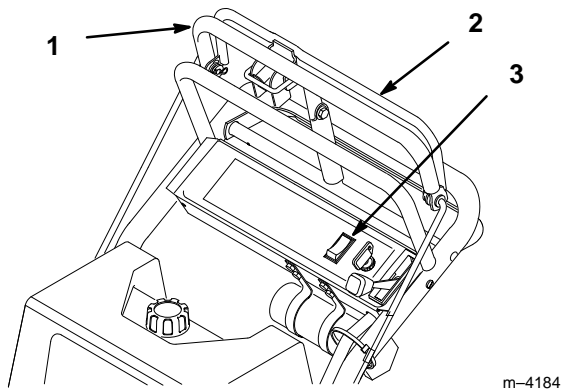

Figure 13
1. Tirer sur la barre de commande supérieure pour arrêter la machine (Fig. 13).
1. Relâcher la barre de commande des lames pour débrayer les lames (prise de force) (Fig. 13).
2. Ou enfoncer le commutateur d'embrayage des lames (prise de force) en position "ARRET" (Fig. 13).